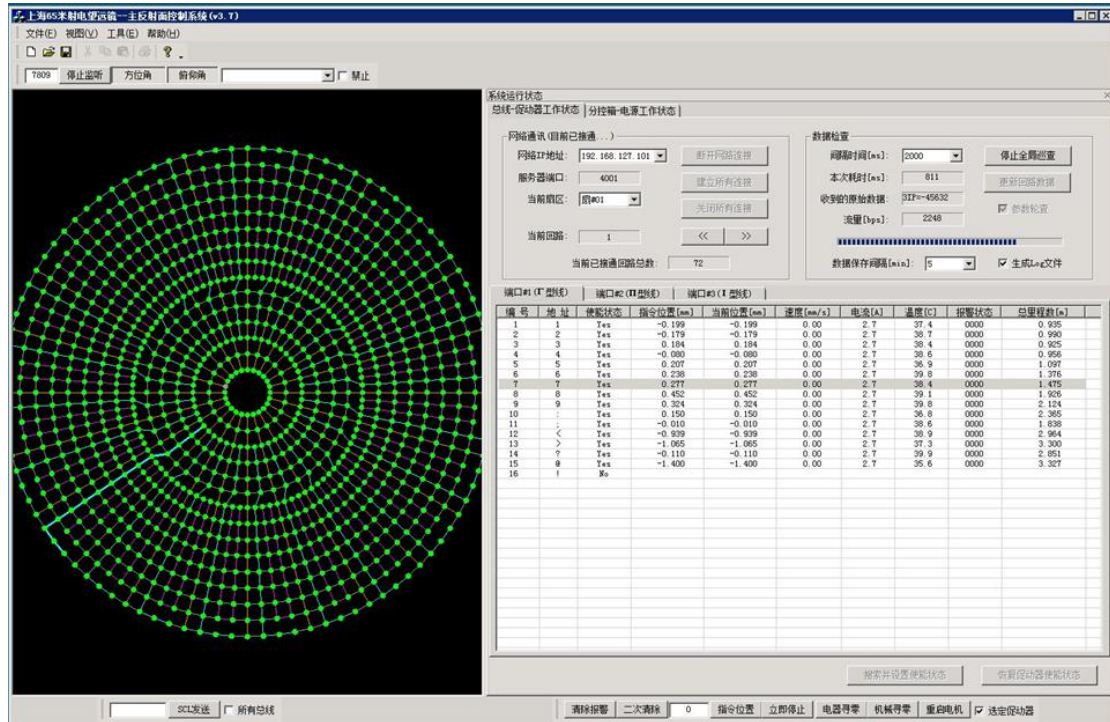

图 2. 主动面系统控制软件启动成功界面
- (3) 点击界面右上部分的“分控箱-电源工作状态”标签页后，按照顺序点击“建立所有连接”按钮，点击“定时自动轮查”按钮。
- (4) 点击界面右上部分的“总线-促动器工作状态”标签页后，软件将会跳出“是否进行系统网络联接与初始化设置”对话框，点击“是”后，软件将会进行连接，耗时约为 2 分钟，再点击“启动全局巡查”按钮。
- (5) 点击界面左上部分的“启动监听”按钮，去掉“禁止”勾号。
- (6) 点击界面左上角的“文件”->“系统模型”->“浏览”->选择 2016\_winter.mdb 模型（主面重力形变模型），点击 OK，模型加载成功。
- (7) 此时主动面系统控制软件启动成功(见图 2)，主动面可根据俯仰角自动调整。
在主动面系统控制软件启动后,图 2 左侧的促动器颜色显示可能全为蓝色(蓝色表示促动器的实际位置和不一致),在促动器第一次运动后,可全变为绿色。
- (8) 主动面控制软件在正常运行时,图 2 右侧的数据查询部分的进度条在变化。
- (9) 主动面运动时,图 2 左侧的促动器显示颜色在闪烁,表示促动器在运动。
- (1) 通过“远程桌面连接”连接到主动面系统的控制计算机上(178.1.65.111, 密码 s65rt@sh)。(如果已远程连接可跳过此步骤)
- (2) 此时可见的界面如图 2 所示。
- (3) 在观测控制软件上,取消主动面使能状态,再将主动面置于 OFF 状态。
- (4) 点击界面左上部分的“停止监听”按钮。
- (5) 点击界面右上部分的“分控箱-电源工作状态”标签页后,按照顺序点击“暂停数据轮查”按钮,点击“关闭所有连接”按钮。
- (6) 点击界面右上部分的“总线-促动器工作状态”标签页后,按照顺序点击“停止全局巡查”按钮,点击“关闭所有连接”按钮后,软件将会跳出“促动器当前位置不全为零,确定要关闭所有连接吗?”对话框,点击“是”。
- (7) 点击软件右上角的“X”号后,软件将跳出对话框“是否将当前促动器的使能状态和系统 IP 地址的设定存盘并退出?”对话框,点击“是”后,将软件关闭。